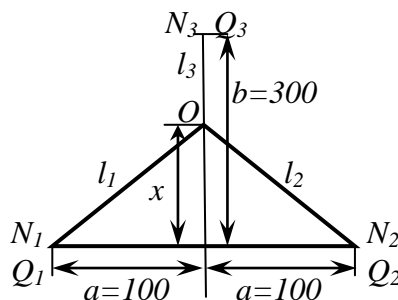

Рис. 8.1. Схема для расчета месторасположения бетонной установки
**3.25.** Найти наивыгоднейшее место расположения центральной бетонной установки, обслуживающей на площадке 3 объекта. Два из них расположены на одной линии на расстоянии друг от друга 200 м и потребляют одинаковое количество бетона - по  $400 m^3$ , а третий, потребляющий  $600 m^3$ , находится посередине между ними, но расположен в глубине на расстоянии 300 м от красной линии (рис. 8.1).